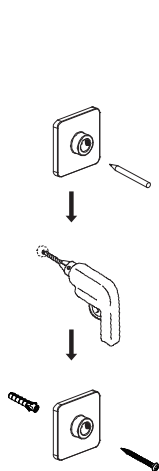

Figura 8
- b) Installare il supporto a parete ①6 nella posizione contrassegnata (Figura 8). Coprire la barra termostatica della doccia per evitare la polvere. Collegare il connettore del tubo ⑤ al supporto a parete e utilizzare la chiave a brugola per fissarlo (Figura 9).